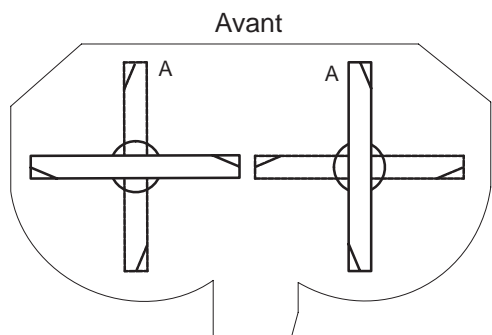
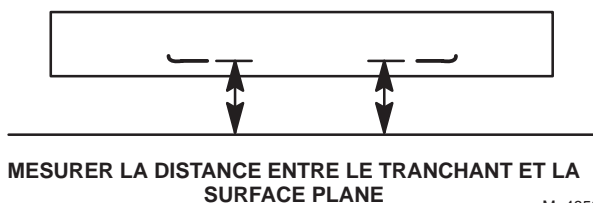

Figure 47
Figure 48
3. Placez la machine sur une surface plane, tournez une lame dans le sens longitudinal (Fig. 47). Mesurez en **A** entre la surface plane et le tranchant des pointes des lames (Fig. 48)